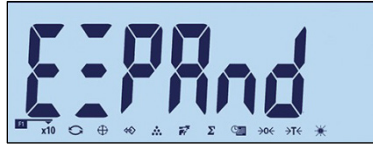
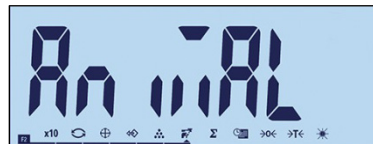

Abbildung 3-40: Konfiguration der Funktionstaste 1
Abbildung 3-41: Konfiguration der Funktionstaste 2
- Die Funktionstasten können auch im Hauptbildschirm konfiguriert werden. Halten Sie die zu konfigurierende Funktionstaste gedrückt, um den Konfigurationsbildschirm aufzurufen (Abbildung 3-40, Abbildung 3-41).
Rufen Sie das Menü F2.1.1 auf. Wählen Sie die gewünschte Funktion mit den Tasten AUF  und AB  aus den Optionen in Tabelle 3-3. Die Markierung ändert sich und zeigt die ausgewählte Funktion an (siehe Abbildung 3-40); in diesem Beispiel ist die Option Erweitern um 10 ausgewählt. Drücken Sie auf , um die Auswahl zu bestätigen.
Öffnen Sie das Menü F2.1.1 und wählen Sie mit den Tasten AUF  und AB  die gewünschte Funktion. Die Markierung ändert sich und zeigt die ausgewählte Funktion an (siehe Abbildung 3-41); in diesem Beispiel ist die Option Tierwägen ausgewählt. Drücken Sie auf , um die Auswahl zu bestätigen.